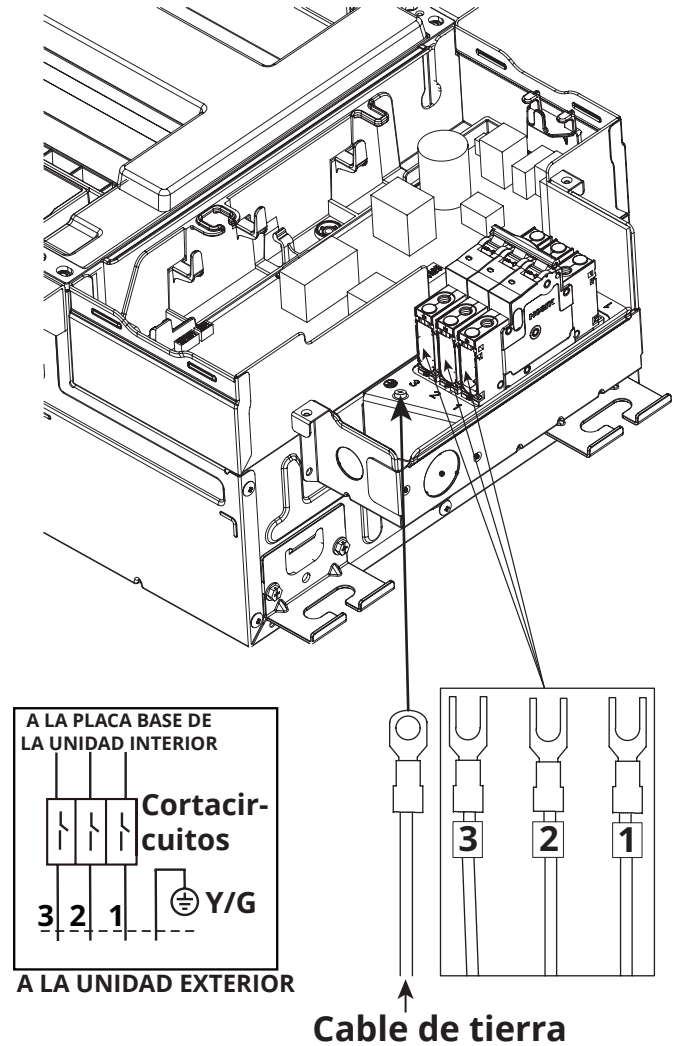

Fig. 5.10
- Ahora, conectará los hilos del cable DIYPRO™ a los terminales de la caja de disyuntores. Hay 4 cables, 3 de ellos estarán etiquetados como 1, 2 y 3. El cuarto cable es tierra. Los cables numerados corresponderán a los terminales numerados de la caja de disyuntores. Conecte de forma segura cada cable al terminal correspondiente. Luego, sujete firmemente el cable de tierra al tornillo en la placa de metal frente a los terminales del disyuntor. Consulte la Fig. 5.10 a continuación.